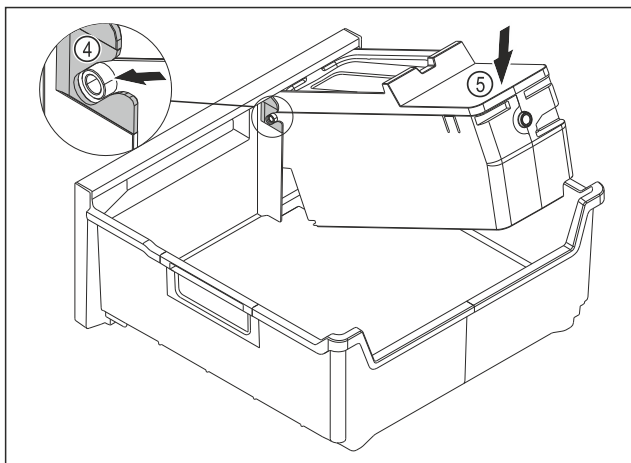

Fig. 86
- ▶ Montaż korpusu EasyTwist-Ice: Wsunąć osie korpusu EasyTwist-Ice w prowadnicę Fig. 86 (4).
- ▶ Docisnąć korpus EasyTwist-Ice Fig. 86 (5) z tyłu do dołu.